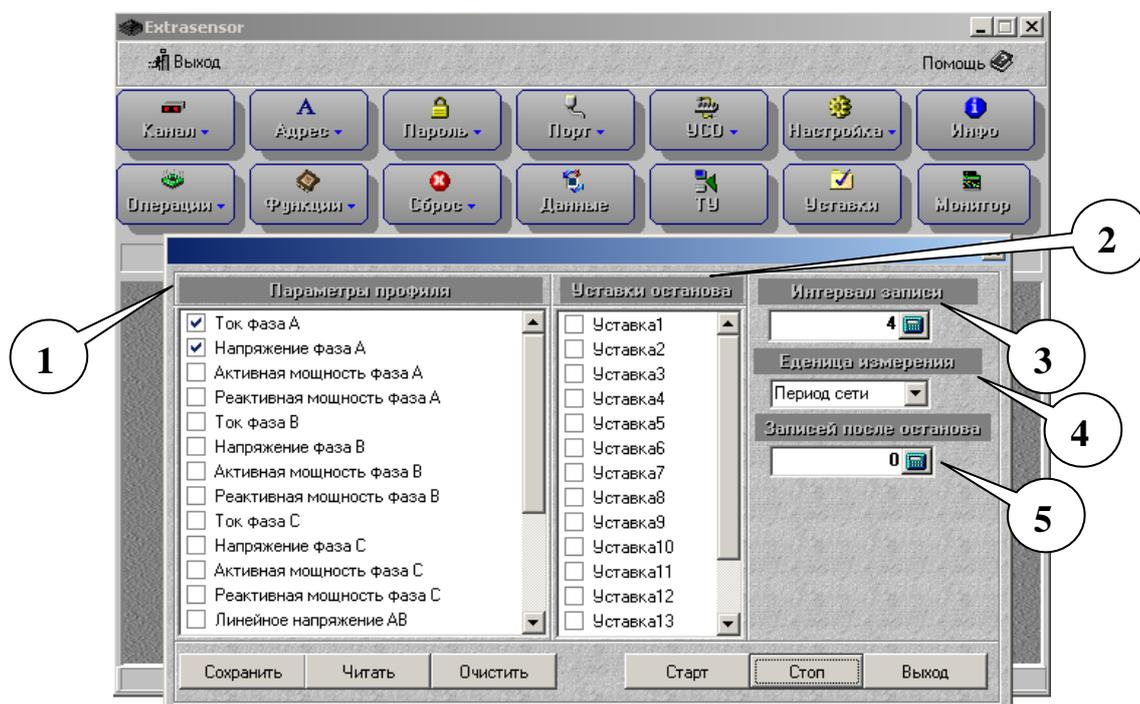

Рисунок 13 – Меню «Функции/Конфигурация журнала профилей»
- форма «**Параметры профиля**» определяет параметры, которые будут записаны в журнал (рисунок 13, указатель 1);
- поле «**Уставки останова**» предусматривает выбор уставок, срабатывание которых приведет к останову записи в журнал (рисунок 13, указатель 2)
- в области «Интервал записи» (рисунок 13, указатель 3) устанавливаются временные промежутки между двумя соседними записями;
- из выпадающего списка «Единица измерения» (рисунок 13, указатель 4) необходимо выбрать тип интервала: секунды или периоды;
- в поле «Записей после останова» (рисунок 13, указатель 5) задают количество записей, которое будет сделано в журнале после автоматического останова записи в журнал.